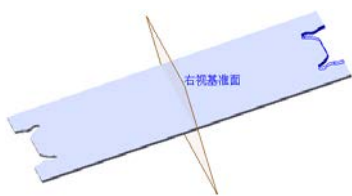
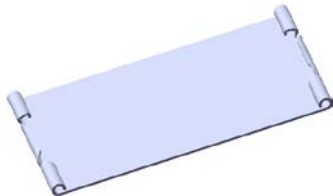

图 5.8 镜像 1
图 5.9 折叠 1
Step5. 创建图 5.8 所示的镜像 1。
(1) 选择命令。选择下拉菜单 **插入(I)** → **阵列/镜向(E)** →  **镜向(M)...** 命令。
(2) 定义镜像基准面。选取右视基准面作为镜像基准面。
(3) 定义镜像对象。选取切除-拉伸 1 作为镜像 1 的对象。
(4) 单击  按钮, 完成镜像 1 的创建。
Step6. 创建图 5.9 所示的钣金特征——折叠 1。